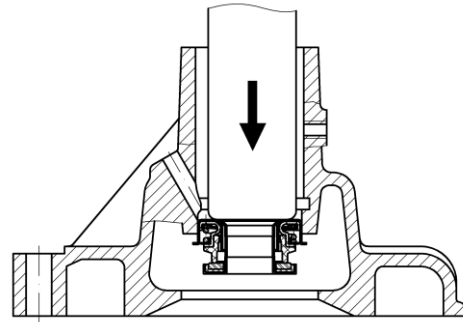

Рис.62. Выпрессовка уплотнения водяного насоса
- выпрессовать уплотнение из корпуса (рис.62).